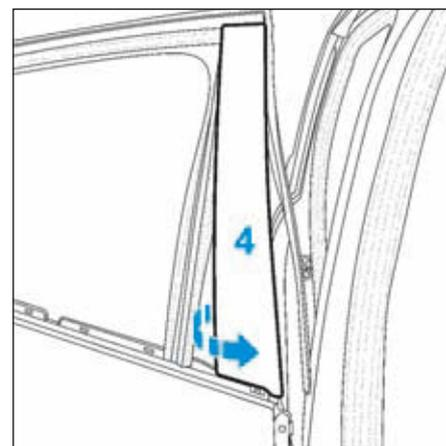

FIG.79
- l'enjoliveur avant de montant de porte (4) (Fig.79),